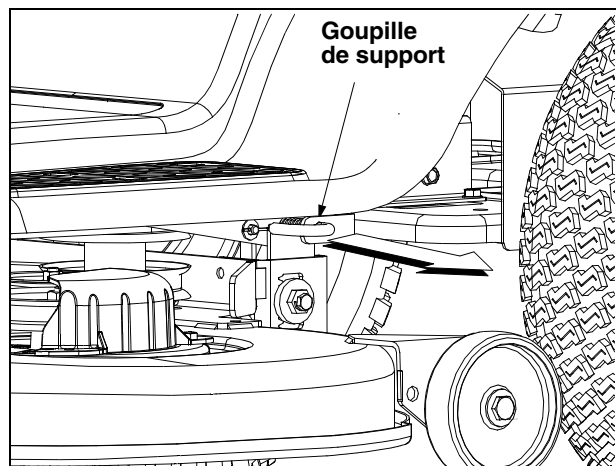

Figure 23
- Sortez la goupille de support du plateau pour dégager celui-ci de la tige de relevage du plateau de coupe. Voir la Figure 23.